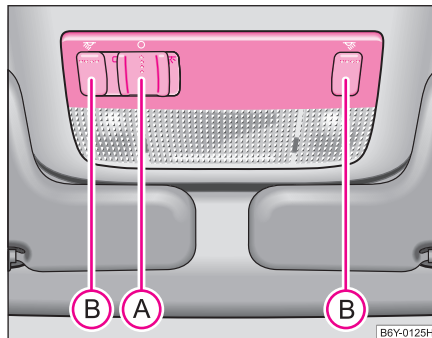

Fig. 37 Plafonul: Iluminarea interioară față
- Apăsați comutatorul **A** spre dreapta în poziția ⇒ fig. 37.
- Apăsați întrerupătorul **B** ⇒ fig. 37, pentru a aprinde sau stinge lumina de citit din dreapta, respectiv din stânga.